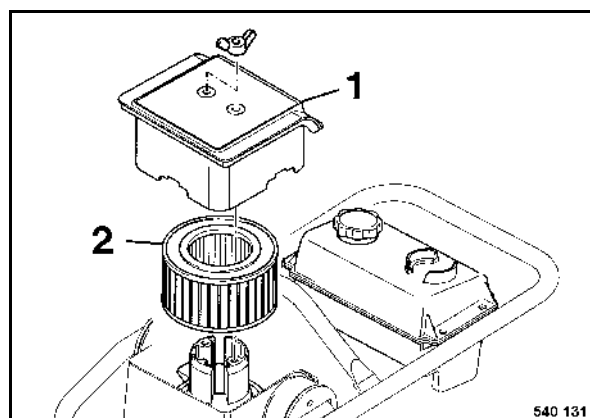

fig. 59
- Déposer le couvercle 1 (fig. 59) puis retirer la cartouche (2) avec précaution.